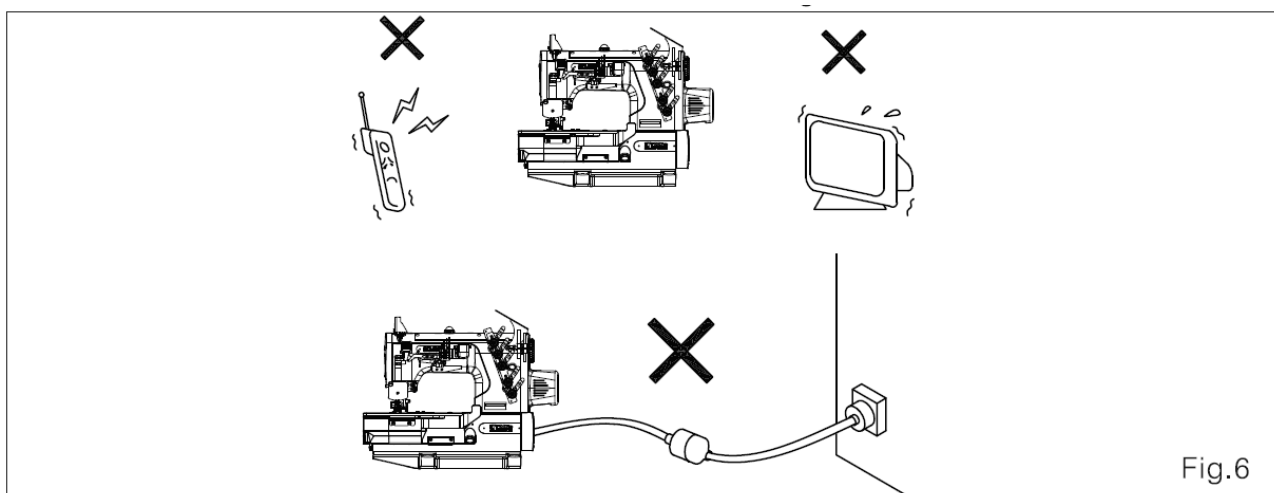

Fig.6
1. Não instale a máquina de costura perto de equipamentos como televisores, rádios, ou telefones sem fio. Caso contrário, estes equipamentos sofrerão interferência eletrônica. (Fig.6)